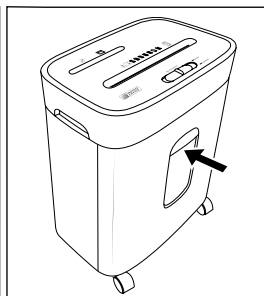

Fig. 4
- ◆ Poussez le grand collecteur **13** entièrement dans la base de l'appareil **15** (voir fig. 4).